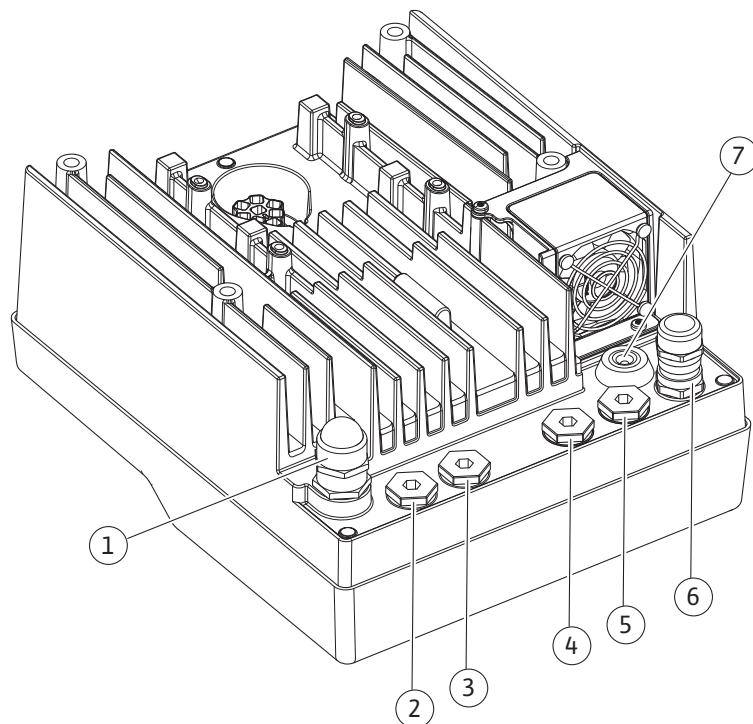

Fig. 10: Kabelschroefverbindingen/kabelaansluitingen
| Aansluiting | Kabelschroefverbinding | Kabeldoorgang Fig. 10 Pos. | Klemnr. |
- CIF-module op het gebouwbeheersysteem (buscommunicatie): Het scherm wordt via de kabeldoorgang met de elektronicamodule verbonden (Fig. 10).
4. Leid de aansluitkabel door de kabelschroefverbinding M25 (Fig. 10, pos. 1). Draai de kabelschroefverbinding met het voorgeschreven draaimoment vast.